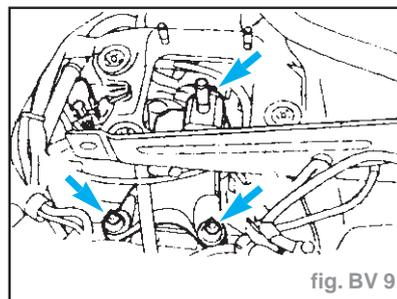

fig. BV 9
- Déposer la patte de support arrière (fig. BV 9).
- Poser la patte de support moteur arrière (serrer à **80 N.m**) (fig. BV 9).
- Déposer la patte de support moteur arrière (fig. BV 9).